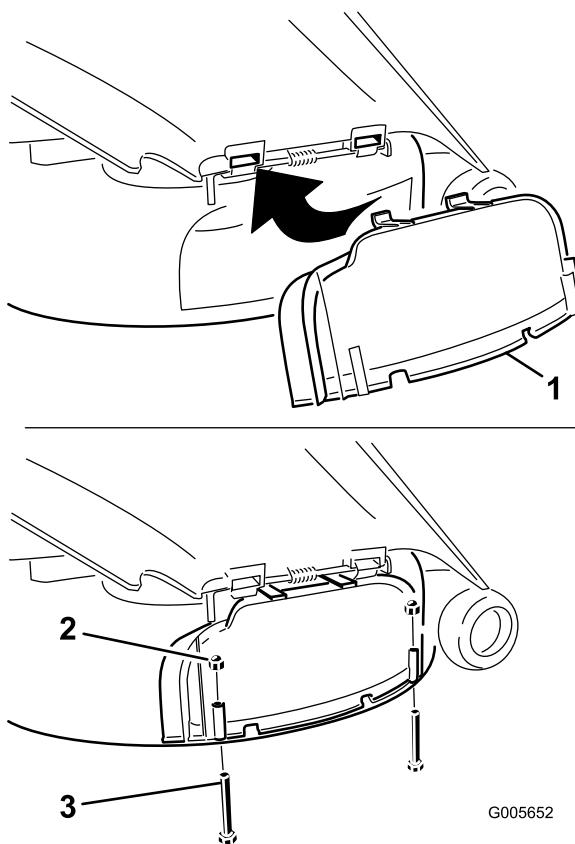

Figura 27
3. Levante o deflector de relva e faça deslizar as abas na parte superior da cobertura de descarga para debaixo da haste de retenção do deflector de relva. Rode a cobertura de descarga para baixo para cima da abertura e para o rebordo inferior do cortador (Figura 27).
- 4. Fixe a cobertura de descarga ao rebordo inferior do cortador com dois parafusos (1/4 x 2-1/2 polegadas) e duas porcas da tampa (1/4 polegada) conforme indicado em Figura 27.